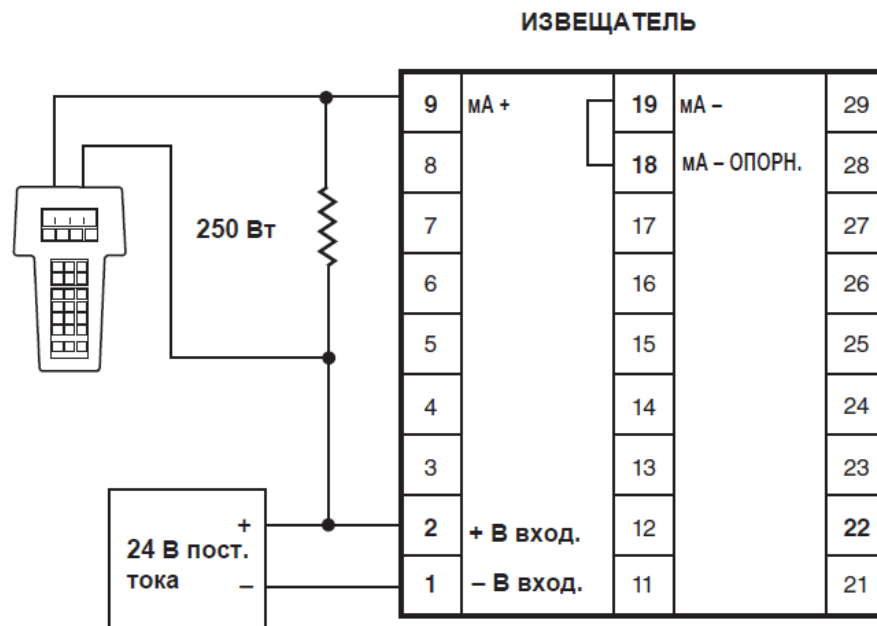

Рисунок 5 - Подключение ИП330/3-20-А(С)4 к испытательному стенду/программирующему устройству с использованием протокола HART
*Коммуникатор HART не измеряет величину тока непосредственно в контуре, вместо этого он считывает падение напряжения на сопротивлении (250 Ом) в контуре. Рекомендуется в качестве точки подключения использовать точку входного полного сопротивления приемника сигнала (ПЛК) с номиналом 250 Ом. См. рисунки 1 - 4. При проверке/программировании на стенде необходимо использовать нагрузочный резистор номиналом 250 Ом. См. рисунок 5.*